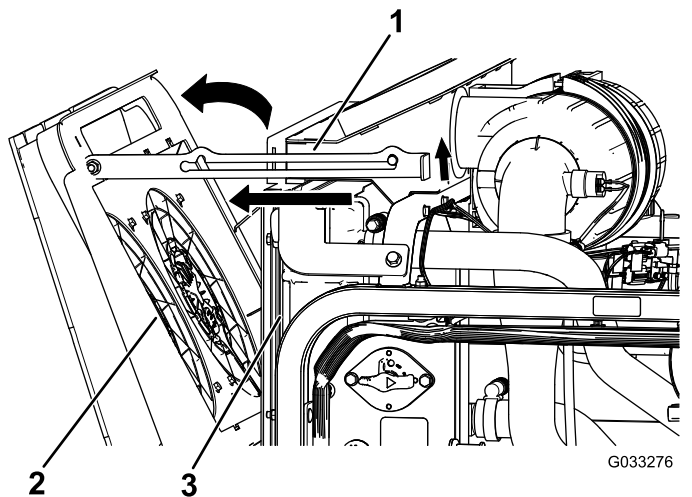

Figura 120
2. Gire los ventiladores de refrigeración del motor hacia atrás respecto al radiador, y enganche la varilla de sujeción en la muesca (Figura 120).